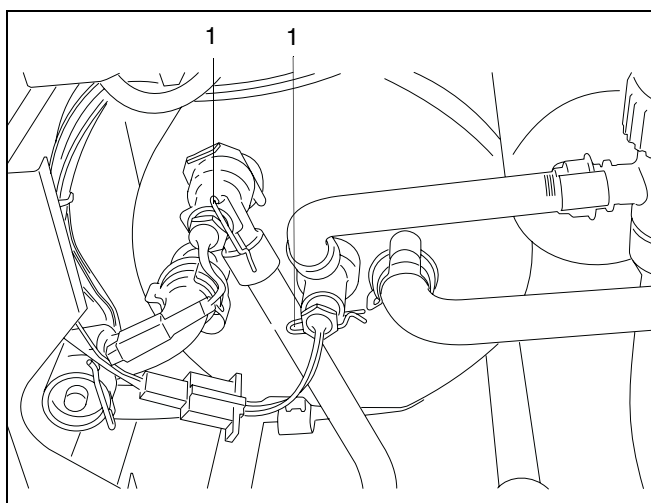

fig. 50 Standby- en tapwatersensoren demonteren
- Trek de veiligheidsclips (→ fig. 50, [1]) eruit.